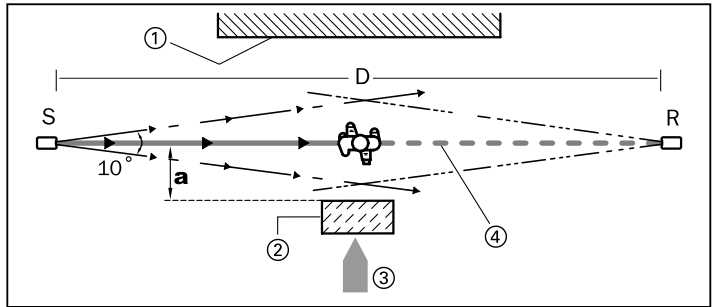
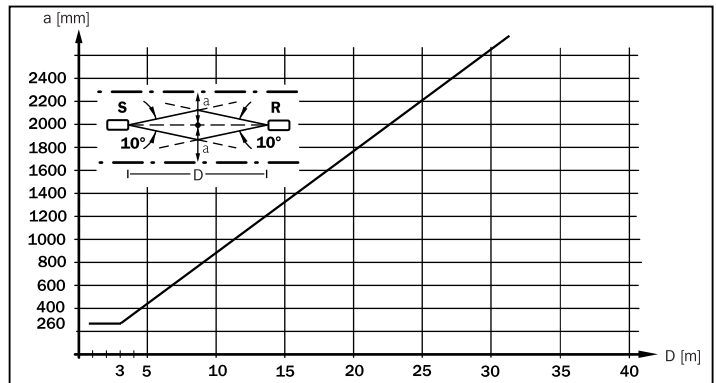

Fig. 2-3: Distancia mínima **a** hacia superficies reflectoras, montaje y ajuste correctos
Fig. 2-4: Distancia mínima **a** en dependencia de la distancia **D** para barreras fotoeléctricas de seguridad comprobables
4. Las superficies reflectoras existentes, puestas o instaladas dentro de los lóbulos de emisión y recepción, pueden conducir a un cambio de reflexión y de esta forma a el no reconocimiento de un objeto o una persona. Por eso todas las superficies y objetos reflectores (p. ej. depósitos de materiales) tienen que mantener una distancia mínima a rotacionalmente simétrica alrededor del eje óptico entre el emisor y el receptor (comparar *fig. 2-3* y *fig. 2-4*).